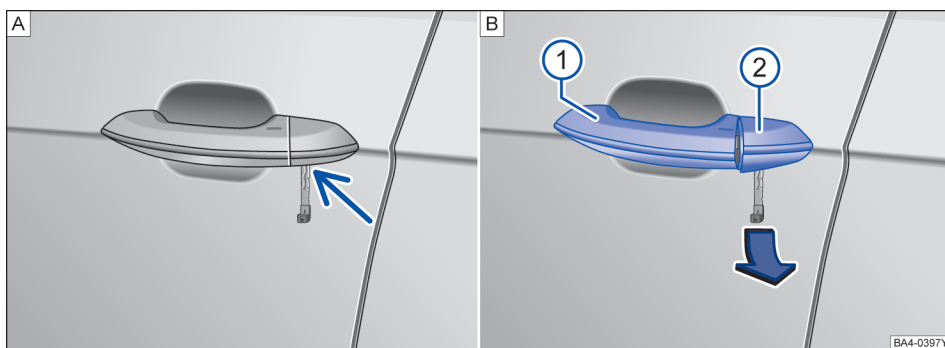

图 52 取下在驾驶员车门内车门锁的盖罩
- 拉起开门把手 ①。
- 将无线遥控钥匙的钥匙头从下面插入盖罩的开口内→图 52②。
- 转动钥匙以便松开盖罩并取下。→图 52